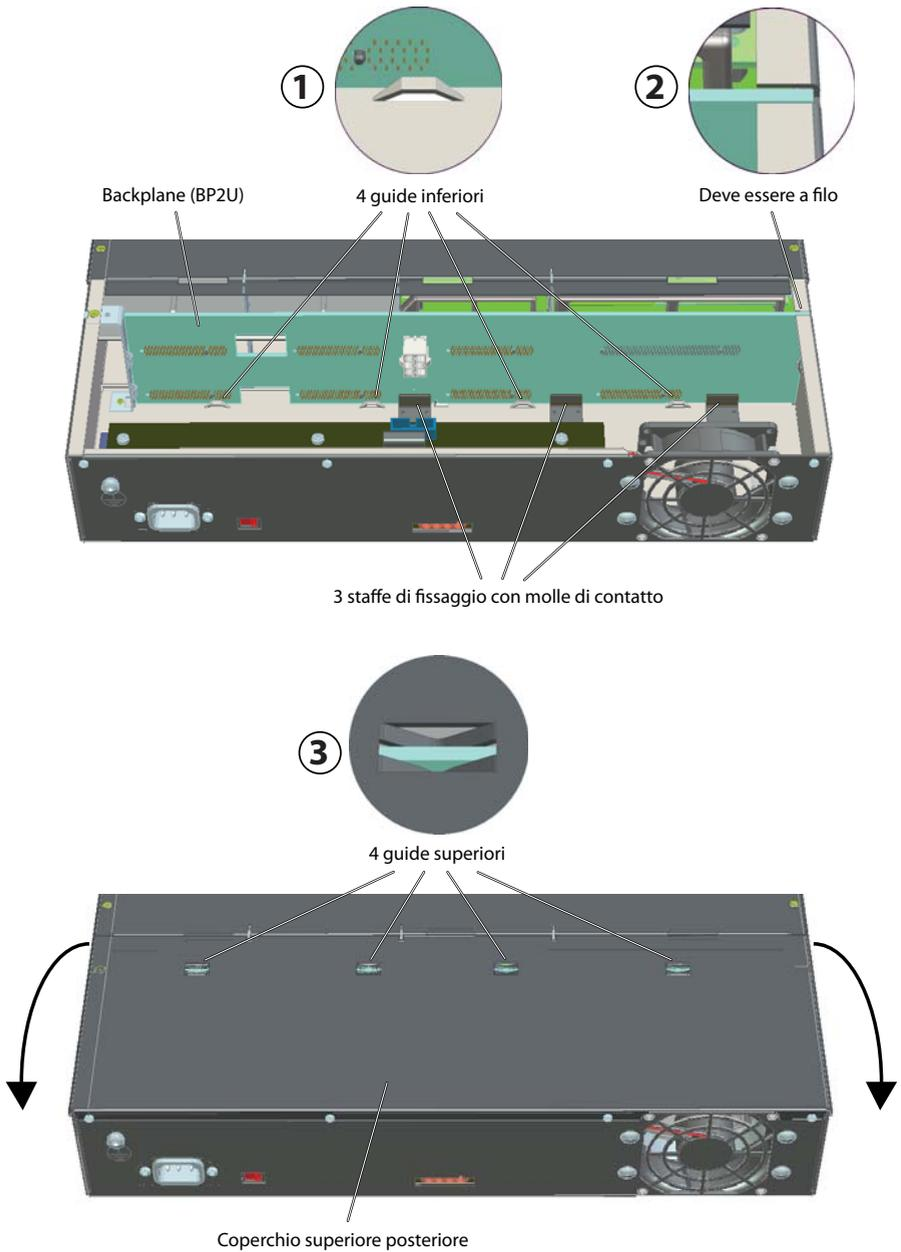

Fig. 20 Sede corretta del backplane BP2U
6. Montare la parte superiore posteriore del coperchio dell'alloggiamento. Rispettare assolutamente le indicazioni relative alla sede corretta della backplane BP2U su pagina 106 e il relativo grafico (Fig. 20).
- Controllare la sede corretta del backplane nelle 4 guide inferiori. Premere eventualmente la backplane leggermente verso il lato posteriore, dato che le molle di contatto creano una certa contropressione dietro alle squadre di fissaggio (vedere ① in Fig. 20).
- Controllare che la backplane non sporga fuori dal lato superiore dell'alloggiamento (vedere ② in Fig. 20).
- Nel chiudere il coperchio superiore posteriore, fare attenzione che il backplane sia inserito correttamente nelle 4 guide superiori. Deve essere possibile chiudere il coperchio senza applicare forza e senza piegarlo (vedere ③ in Fig. 20).